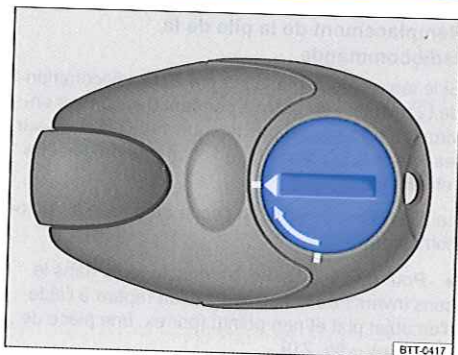

Fig. 219 Chauffage stationnaire : cache de la pile de radiocommande
- Pour ouvrir le cache, tournez la fente dans le sens inverse de la flèche jusqu'au repère à l'aide d'un objet plat et non pointu (par ex. une pièce de monnaie) ⇒ fig. 219.
- Mettez en place la pile neuve. Respectez la polarité et utilisez des piles du même type ⇒ ①.